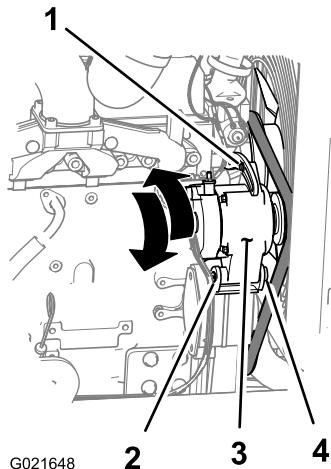

Figura 148
3. Afloje la tuerca y el perno del punto de pivote del alternador (Figura 148).
4. Afloje el perno de ajuste del alternador (Figura 148).
5. Gire el alternador alejándolo del motor para aumentar la tensión de la correa, o acercándolo al motor para reducir la tensión de la correa (Figura 148).
6. Apriete el perno de ajuste del alternador (Figura 148).
8. Si la tensión de la correa es correcta, apriete el perno y la tuerca en el punto de pivote del alternador (Figura 148); si no, repita los pasos 4 a 7.